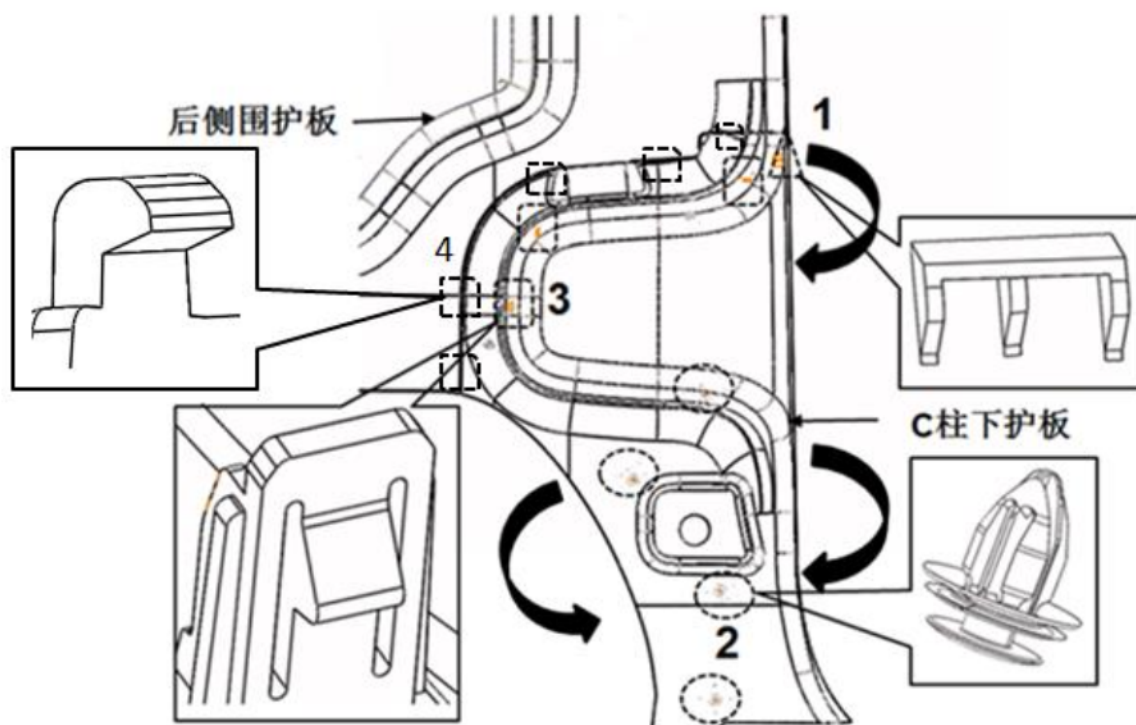

图1-17-6 C柱下护板拆卸
- (1) 先拆除安全带安装点，用缠有保护胶带的一字螺丝刀朝箭头方向撬起卡脚1或用双手朝箭头方向拉出，使卡脚1脱离后侧围护板
- (2) 使用缠有保护胶带的一字螺丝刀在图1-17-6 C柱下护板拆卸所示的卡扣处沿与钣金垂直的方向把塑料卡扣紧固点从钣金分离
- (3) 用力向外沿着钣金垂直方向拉C柱下护板，使卡脚3和卡脚4脱离后侧围护板，即可取下C柱下护板。
- (4)、按照与拆卸相反的顺序进行安装：注意如下事项：